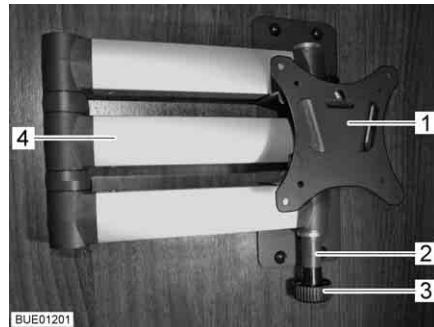

Fig. 64 Support à bras articulé
- Tirer sur le bouton de déverrouillage (Fig. 64,3). Le bras articulé (Fig. 64,4) est déverrouillé.
- Faire retourner l'écran plat dans sa position initiale jusqu'à ce que le support (Fig. 64,1) s'enclenche dans le verrouillage (Fig. 64,2).